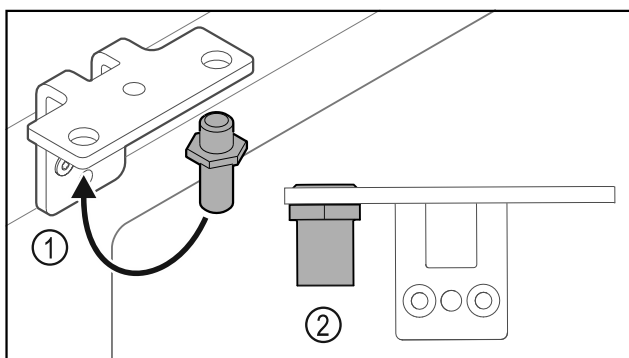

Fig. 17
- ▶ Přesaďte čep Fig. 17 (1) v úhelníku závěsu.
- ▶ Utáhněte čep Fig. 17 (2) **utahovacím momentem 12 Nm**.